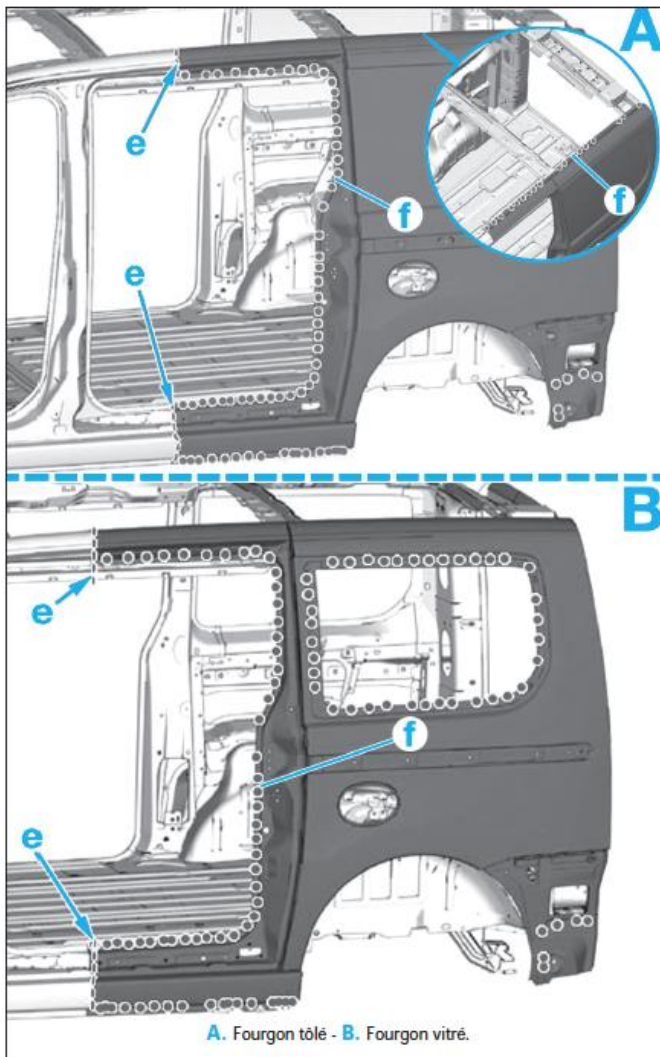

FIG. 87
- Souder par cordons successifs en (e) (Fig.87).